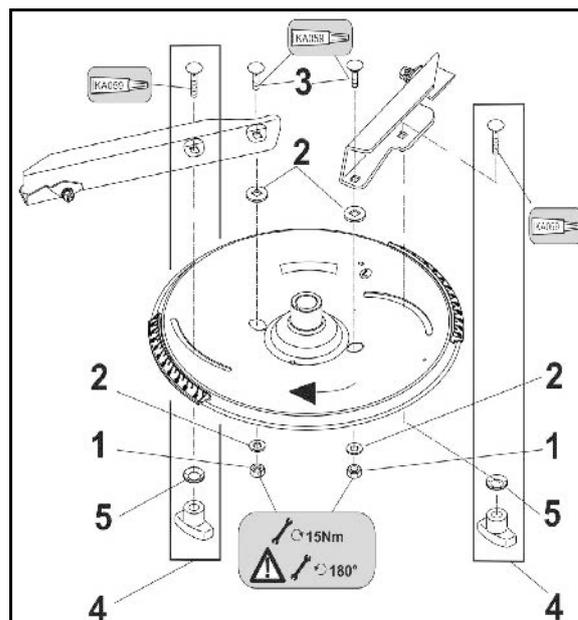

Fig. 90
- 6 parafusos da célula de pesagem (Fig. 90/1)